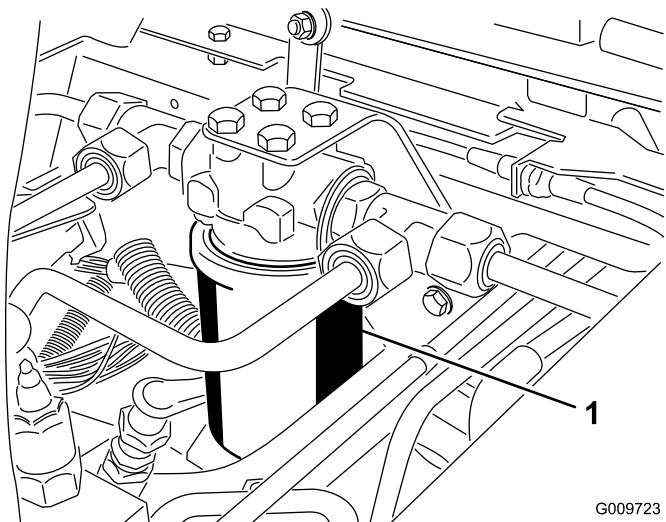
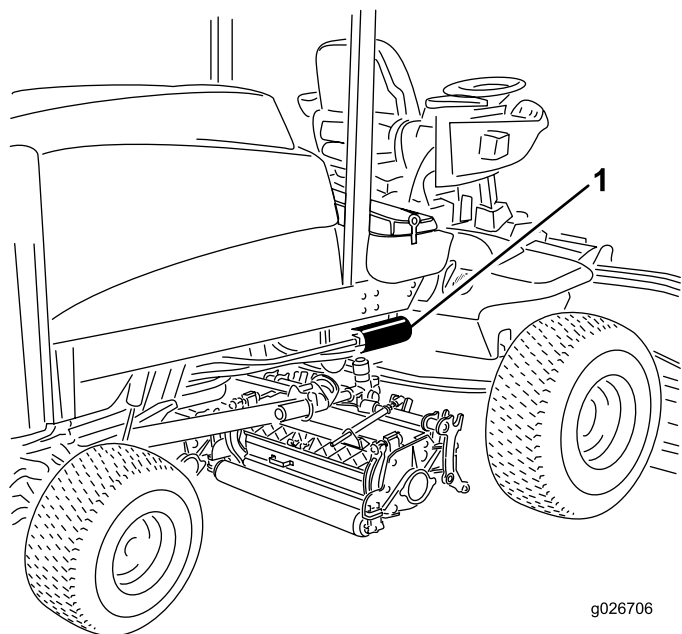

Figure 74
Figure 75
- Nettoyez la zone autour de la surface de montage du filtre. Placez un bac de vidange sous le filtre et déposez le filtre (Figure 74 & Figure 75).